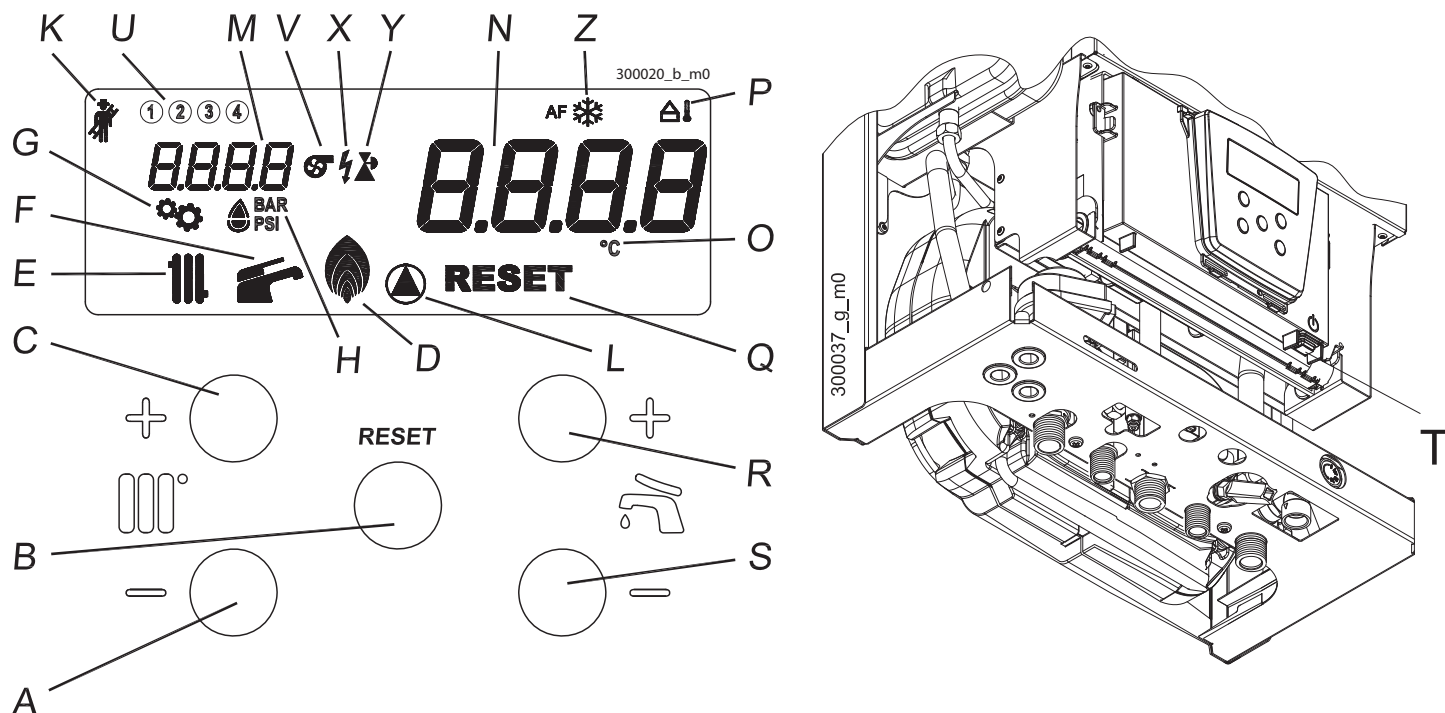

Figura 7-1 - Quadro comandi
- 4.-appare sul display l'icona  "E" (Figura 7-1);
- 6.-appare sul display l'icona  "F" (Figura 7-1);
Legenda Figura 7-1
Se la pressione all'interno del circuito del riscaldamento scende al di sotto di 0,8 bar, il visore "N" (Figura 7-1)
- 2.-premere il tasto "T" (Figura 7-1);
si esegue agendo sui tasti  + e . Premuto uno dei due tasti, il visore "N" (Figura 7-1) comincia a lampeggiare e a mostrare la temperatura che si sta impostando. Il campo di regolazione entro il quale si può regolare la temperatura del sanitario va da 40°C a 60°C. Tenendo premuto il tasto  - anche sotto 40°C, comparirà la scritta **OFF** ad indicare lo spegnimento del servizio sanitario evidenziato anche dallo spegnimento dell'icona  "F" (Figura 7-1).